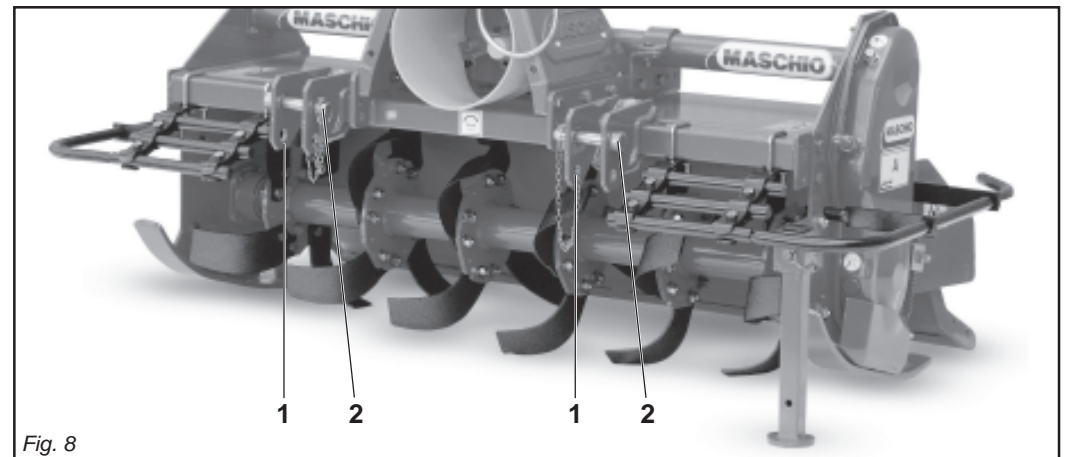

Fig. 8
In base alle dimensioni specifiche di questi 2 tipi di attacchi dei trattori è necessario determinare la posizione più favorevole della macchina spostando opportunamente sul tubo quadro le piastre (1 Fig. 8) e inserendo i perni (2 Fig. 8) nei fori corrispondenti al giusto diametro delle parallele del trattore.
Depending on the precise dimensions of these two types of hitches, find the best position for the machine by moving the plates (1 Fig. 8) along the square tubular and inserting the pin (2 Fig. 8) in the holes corresponding to the correct diameter for the tractor's parallel arms.
En fonction des dimensions spécifiques de ces deux types d'attelages des tracteurs il faut déterminer la position la plus favorable de la machine en déplaçant, sur le tube carré, les plaques (1 Fig. 8) et introduire les axes (2 Fig. 8) dans les trous correspondant au bon diamètre des parallèles du tracteur.
Der Anbau der Maschine am Schlepper erfolgt nur dann, wenn die Maschine am Boden steht, und zwar auf ebenem Gelände. Alle Maschinen können an jedem beliebigen Schlepper mit Universal-Dreipunktaufhängung der 1. und 2. Kategorie angebaut werden. Aufgrund der spezifischen Abmessungen dieser beiden Schlepperanschlüsse kann man die günstigste Position der Maschine festlegen, indem man die Platten (1 Abb. 8) auf dem Vierkantröhr verschiebt und die Bolzen (2 Abb. 8) in die entsprechenden Bohrungen mit dem richtigen Durchmesser auf dem Schleppergestänge einsteckt.
La conexión de la máquina al tractor debe realizarse con la máquina adherente al suelo y en un terreno llano. Todas las máquinas pueden ser adaptadas a cualquier tractor dotado de enganche universal de tres puntos de 1ª y 2ª categoría. En relación a las dimensiones específicas de estos dos tipos de enganche de los tractores hace falta determinar la posición más favorable de la máquina desplazando oportunamente en el tubo cuadrado las placas (1 Fig. 8) e introduciendo los pernos (2 Fig. 8) en los orificios correspondientes al correcto diámetro de las paralelas del tractor.
Le piastre (1 Fig. 8) vanno montate sempre e solo come mostrato in Fig. 8 con i fori posizionati anteriormente al tubo quadro.
- 1) Accostare le parallele del sollevatore ponendole all'interno delle piastre (1 Fig. 8), inserire il perno (2 Fig. 8) nel foro predisposto e bloccare con le copiglie a scatto.
The plates (1 Fig. 8) must always and only be mounted as shown in Fig. 8 with the holes towards the front of the square tubular.
- 1) Near the lift bars, setting them in the most suitable plates (1 Fig. 8). Insert the pin (2 Fig. 8) into the relative hole and lock in place with the snap-in split pins.
Les plaques (1 Fig. 8) doivent obligatoirement être montées comme illustré dans la Fig. 8 en utilisant les trous placés à l'avant du tube carré.
- 1) Approchez les barres du relevage en les plaçant à l'intérieur des plaques les plus appropriées (1 Fig. 8), introduisez l'axe (2 Fig. 8) dans le trou correspondant et bloquez par les goupilles à encastrement.
Die Platten (1 Abb. 8) dürfen nur und ausschließlich so montiert werden, wie es in Abb. 8 gezeigt ist, nämlich mit den Bohrungen, die vor dem Vierkantrohr angeordnet sind. Der Hersteller haftet nicht für die Beschädigung der Maschine oder des Schleppers infolge der Nichtbeachtung dieser Angabe.
- 1) Die Lenker des Krafthebers annähern und in die am besten geeigneten Platten schieben (1 Abb. 8). Den Bolzen (2 Abb. 8) in das Loch stecken und mit dem einrastenden Splint blockieren.
Las placas (1 Fig. 8) deben ser montadas siempre y solamente según lo indicado en la Fig. 8 con los orificios posicionados delante del tubo cuadrado. La firma constructora no es responsable de rupturas en la máquina o en el tractor originadas por falta de respeto de esta indicación.
- 1) Acercar las barras del elevador poniéndolas dentro de las placas más indicadas (1 Fig. 8), introducir el perno (2 Fig. 8) en el orificio y bloquear con los pasadores de resorte.